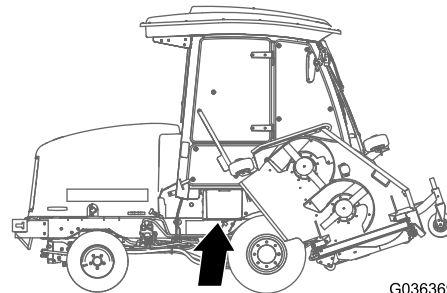

Figure 83
1. Ouvrez le couvercle de la batterie sur le côté du carénage (Figure 83).
**Remarque:** Appuyez sur la surface plate au-dessus du couvercle de batterie pour faciliter la dépose du couvercle (Figure 83).